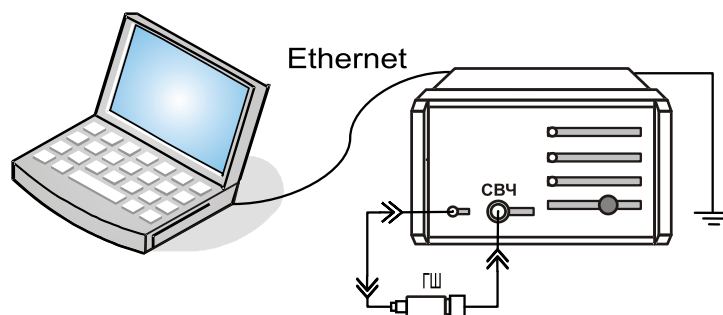

Рисунок 4.4 – Схема калибровки ГШ
**Шаг 3.** Подключить ГШ к измерителю (см. рисунок 4.4):